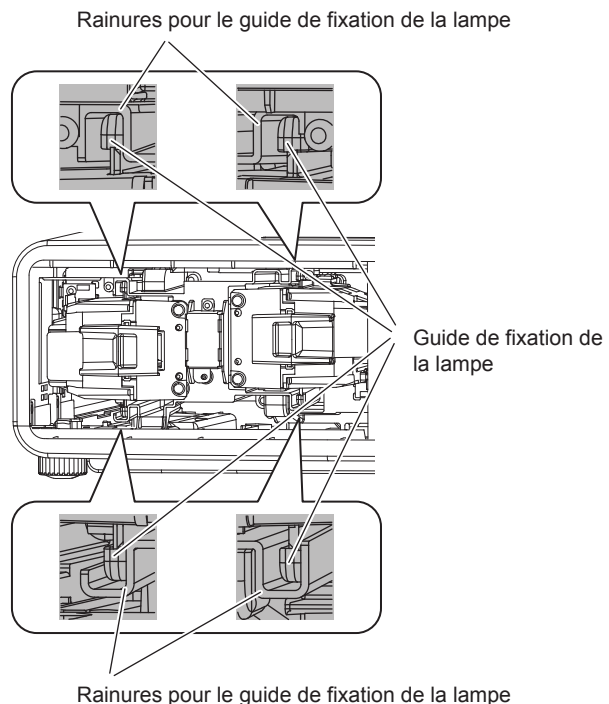

Fig. 3
**4) Insérez la nouvelle lampe à l'intérieur tout en surveillant la position d'insertion. (Fig. 3)**